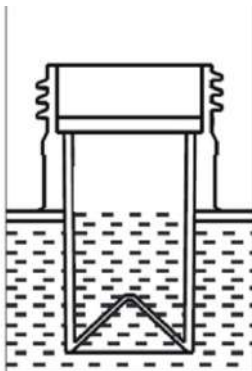

abb. 8
- Kontrollieren Sie den Kraftstoffstand durch eine Sichtprüfung. Siehe Abb.8